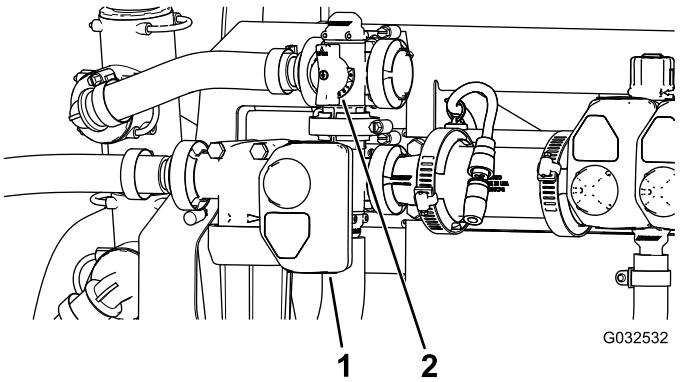

Figura 49
10. Ajuste la válvula de desvío de agitación (Figura 49), situada en la parte trasera de la válvula de agitación, hasta que la presión del sistema de fumigación indicada en el manómetro sea de 6.89 bar (100 psi).